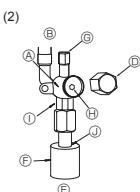

Fig. 5-6
- ② Assicurarsi che la valvola d'arresto sia completamente aperta, spingere in dentro la maniglia e riportare il cappuccio alla posizione originale.
- (2) Lato gas (Fig. 5-6)
- ① Togliere il cappuccio e girare fino a quando è possibile l'asta della valvola in senso antiorario utilizzando una chiave esagonale da 4 mm. Smettere di girare quando si urta l'otturatore.